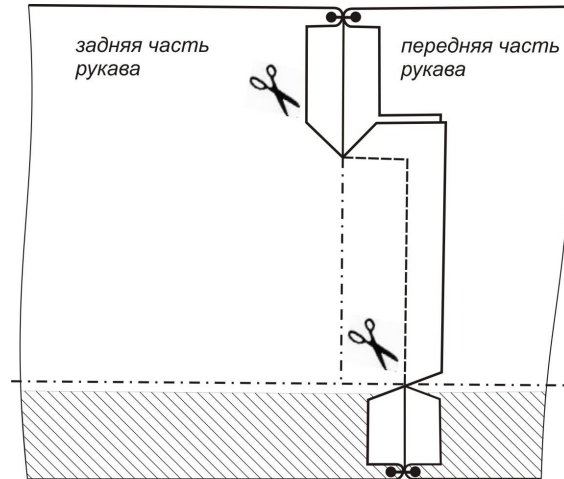

Рисунок 5
17. Рукав складывают пополам лицевой стороной внутрь, совмещая срезы, сметывают и стачивают стороны рукава, начиная от оката, продолжая по верхнему и боковому срезам шлицы и заканчивая на припуске на подгиб рукава (рис.5).
18. Рассекают припуск шва нижней части рукава в углу и припуск низа в углу (рис.5). Разутюживают шов стачивания рукава и шов стачивания припуска низа до рассечек, а шлицу заутюживают на верхнюю часть рукава.